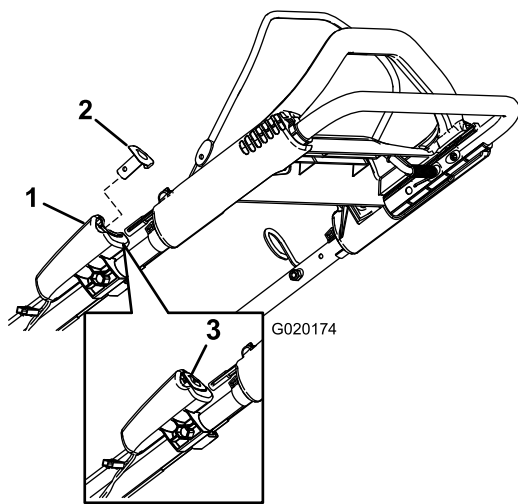
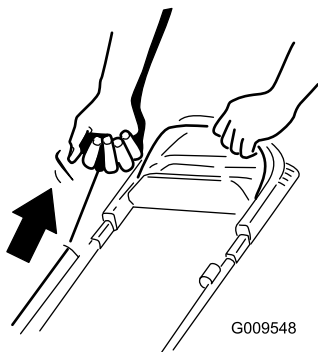

Figure 13
Figure 14
2. Appuyez sur le bouton de démarrage électrique (modèle à démarreur électrique uniquement; voir Figure 13) ou tirez la poignée du lanceur (Figure 14).
Remarque: Si le bouton de démarrage électrique a été retiré, insérez-le dans le démarreur électrique; voir Figure 13 (modèle à démarreur électrique uniquement).
Remarque: Tirez la poignée du lanceur jusqu'à ce que vous sentiez une résistance, puis tirez vigoureusement (Figure 14). Laissez le lanceur se rétracter lentement jusqu'à la poignée.